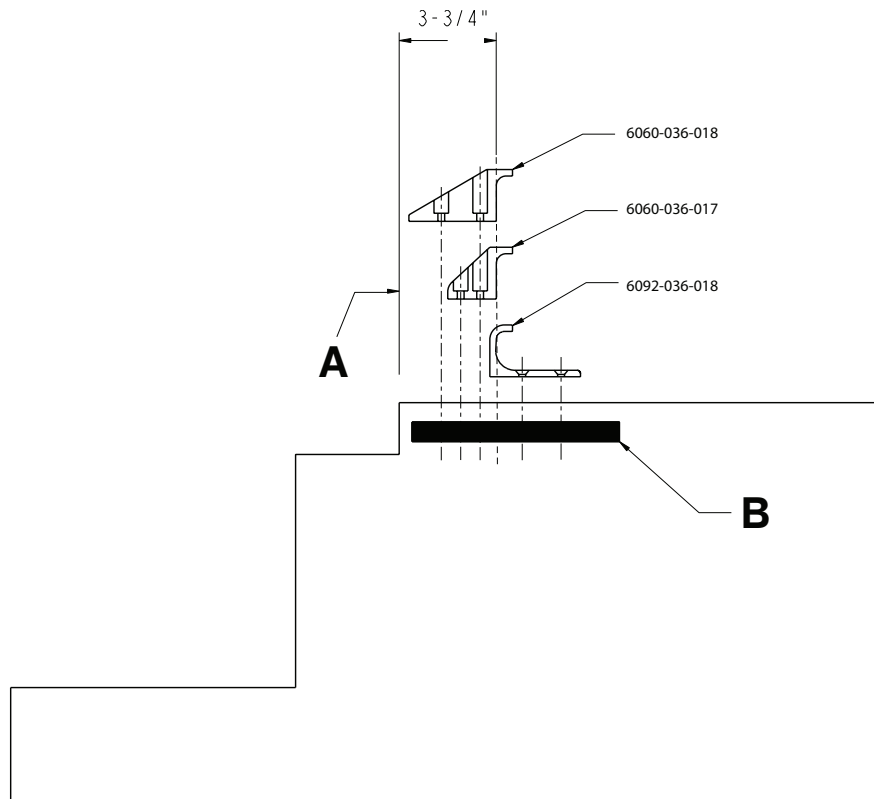

Figura 5 – Colocação do gancho de segurança do veículo
2. Posicione o gancho de segurança do veículo a pelo menos 3-3/4 pol. da aresta da soleira da porta (A) (Figura 5). A distância recomendada a partir da face do gancho de segurança é de, pelo menos, 3-3/4 pol.